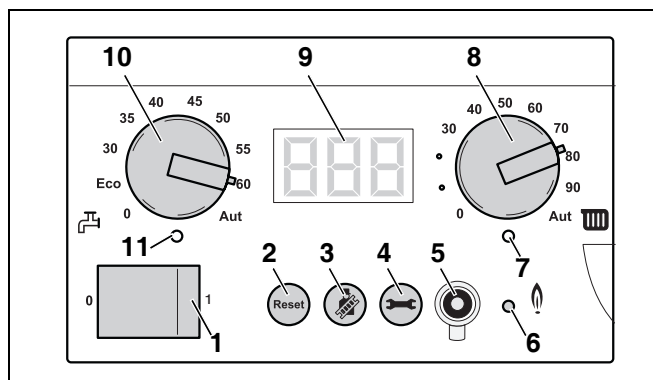

Fig. 58 Basiscontroller BC10
På displayet (fig. 58, **pos. 9**) kan displayværdier, displayindstillinger og displaykoder til gaskedlen aflæses.
Med drejeknappen (fig. 58, **pos. 10**) fastsættes den ønskede temperatur for det varme vand i varmtvandsbeholderen. Enheden er °C. Se tab. 17, side 64.
LED "Varmtvandsproduktion" (fig. 58, **pos. 11**) lyser, når der er opstået varmebehov til varmt vand, og slukkes, når der ikke længere er behov for varme.
Kedlens menustruktur kan gennembladres på BC10 ved hjælp af tasten "Reset", tasten "Skorstensfejer" og tasten "Statusindikator" (fig. 58, **pos. 2, 3 og 4**) og displayet (fig. 58, **pos. 9**) med tab. 8 til tab. 12.